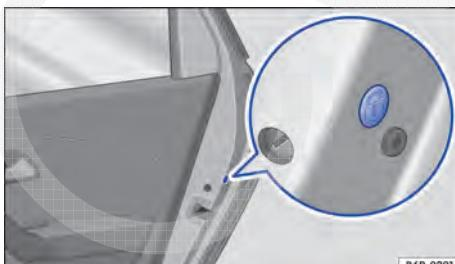

Fig. 186 Na parte dianteira da porta direita: travamento de emergência, coberto por uma vedação de borracha.
- Remover a vedação de borracha na lateral da porta. A vedação está identificada por um círculo com um ponto → Fig. 186.